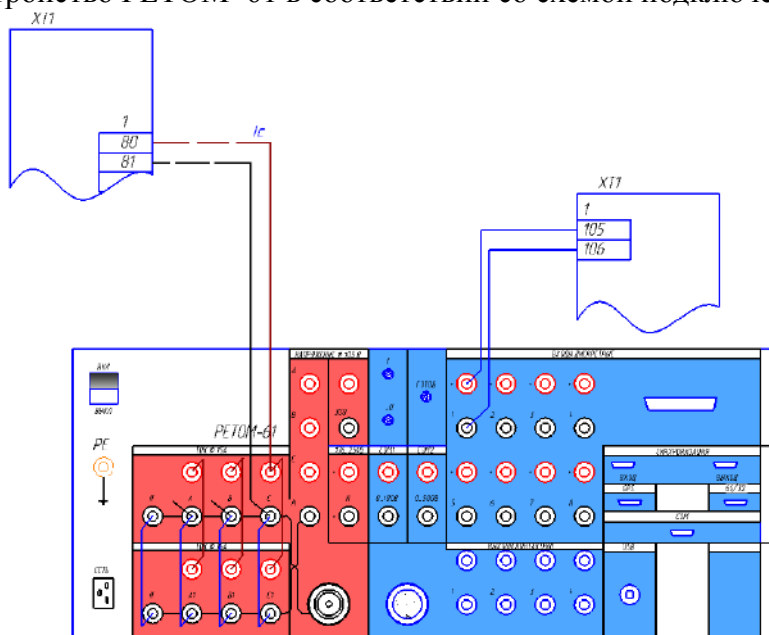

Рисунок 4.8 – Схема подключения токовых и дискретных цепей РЕТОМ–61 к блоку Serat
11. Произвести проверку действия терминала по введенным уставкам защит. Для этого подключить устройство РЕТОМ–61 в соответствии со схемой подключения (рис. 4.8).